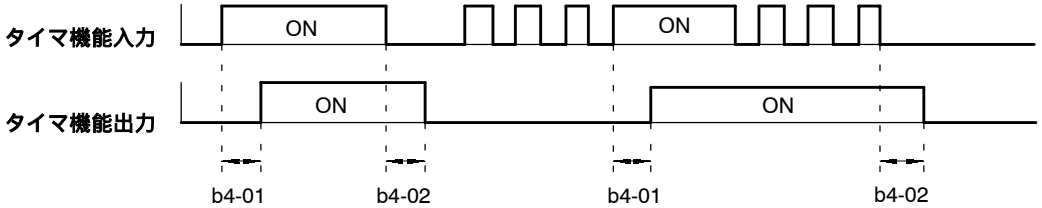

図7.22 タイマ機能の動作例
- タイマ機能入力の OFF 時間が、b4-02 (タイマ機能のオフ遅れ時間) の設定値よりも長いとき、タイマ機能出力が OFF します。図7.22 にタイマ機能の動作例を示します。